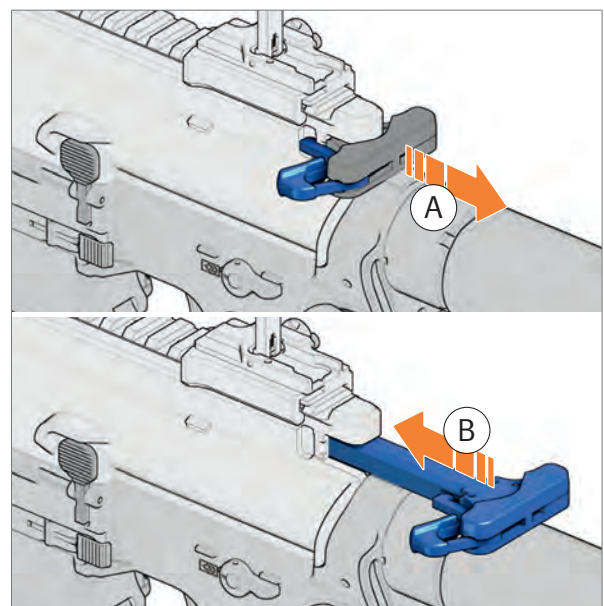

Abb. 19: Durchladehebel langsam nach vorne führen
1. Durchladehebel vollständig nach hinten ziehen und halten (Abb. 19).
2. Durchladehebel langsam nach vorne führen und arretieren (Abb. 19).